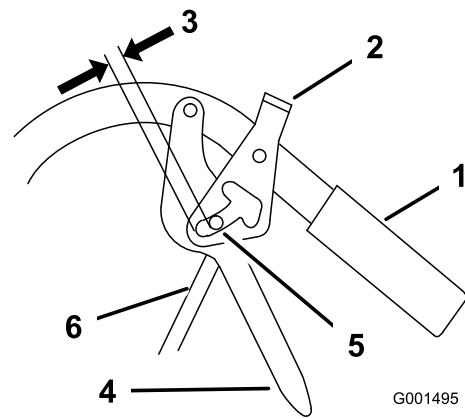

Figura 46
2. Ajuste la longitud de la varilla de control enroscando la varilla en el acoplamiento o desenroscándola, hasta que quede una holgura de 5 a 6 mm (3/16 a 1/4 pulg.) entre la varilla de control y la parte inferior del mecanismo de bloqueo de punto muerto/freno de estacionamiento (Figura 46).